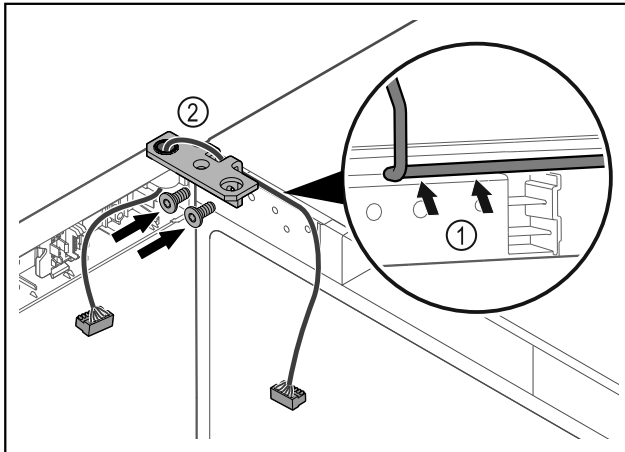

Fig. 45
- Vie kaapeli saranakulman aukon läpi ja aseta se varovasti paikalleen Fig. 45 (1).
- Kiinnitä saranakulma Fig. 45 (2) ruuveilla paikalleen.